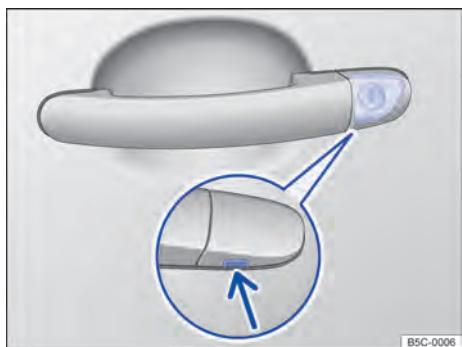

Fig. 161 Maçaneta da porta do condutor: cilindro da fechadura coberto.
- Introduzir a haste da chave na maçaneta da porta do condutor por baixo na abertura da capa de cobertura ⇒ **Fig. 161** (seta) e removê-la de baixo para cima.